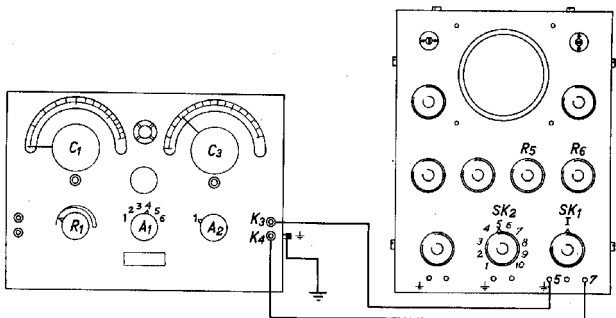

Fig.7
- B. Met behulp van den Philips toongenerator GM 2304 (zie fig. 7). In dat geval worden de klemmen K₃ en K₄ van de GM 2304 met de bussen 5 en 7 van de oscillograaf verbonden. A₂ wordt in stand "1" gezet en R₁ rechtsom gedraaid. SK₁ wordt weer in stand "I" gezet en de beeldhoogte met R₆ en A₁ (GM 2304) ingesteld. C₁ resp. C₃ worden nu op de gewenschte frequentie ingesteld en daarna de tijdbasisfrequentie zoodanig met SK₂ en R₅ ingesteld dat één volledige sinus-kromme op het beeld zichtbaar wordt. De tijdbasisfrequentie is dan gelijk aan de frequentie van de GM 2304. Men kan de tijdbasis nu op deze frequentie synchroniseeren door de toongenerator GM 2304 aan te sluiten zooals onder paragraaf 1 is beschreven.
De aansluiting geschiedt als onder 3 B (fig. 7) beschreven. Nu draait men echter C₁ of C₃ tot één volledige sinus-kromme op het scherm verschijnt en leest dan de tijdbasisfrequentie af.